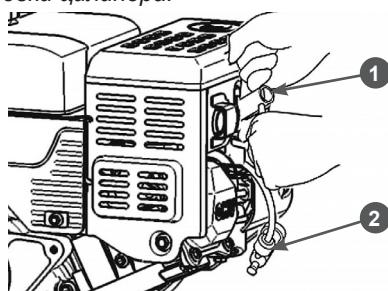

Рис. 40 Обслуживание свечи зажигания
- Снимите со свечи зажигания колпачок 1 высоковольтного провода и удалите грязь вокруг свечи зажигания (Рис. 40).
- Открутите свечу зажигания свечным ключом2 (Рис. 40).